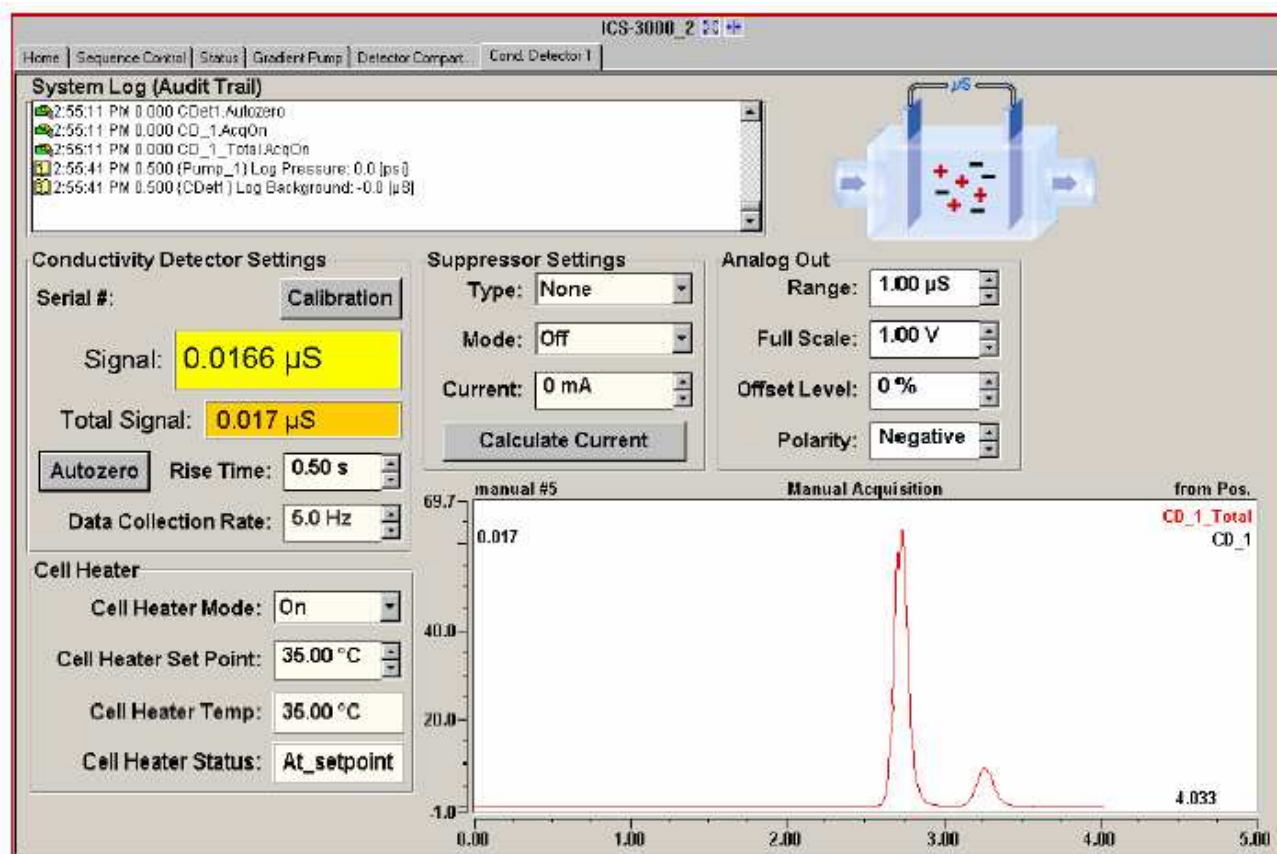

Figure 5.6. Acquisition manuelle de données.
- Le tracé du signal est affiché sur le panneau de contrôle (voir figure 5.6). Visualiser le chromatogramme sur le panneau de contrôle et appuyer sur **Acq Off** quand toutes les données sur l'échantillon ont été collectées.